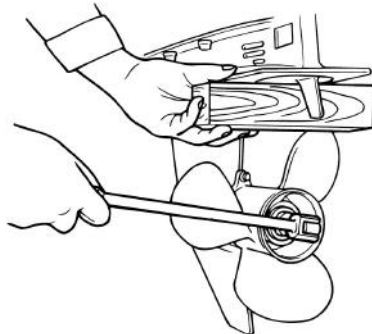

Рис. 58 Фиксация гребного винта с помощью деревянного бруска
2. Поместите деревянный брусок между винтом и антикавитационной пластиной чтобы предотвратить вращение гребного винта (Рис. 58).
- Чтобы предотвратить вращение гребного винта поместите деревянный брусок между винтом и антикавитационной пластиной (Рис. 58) и затяните гайку гребного винта.